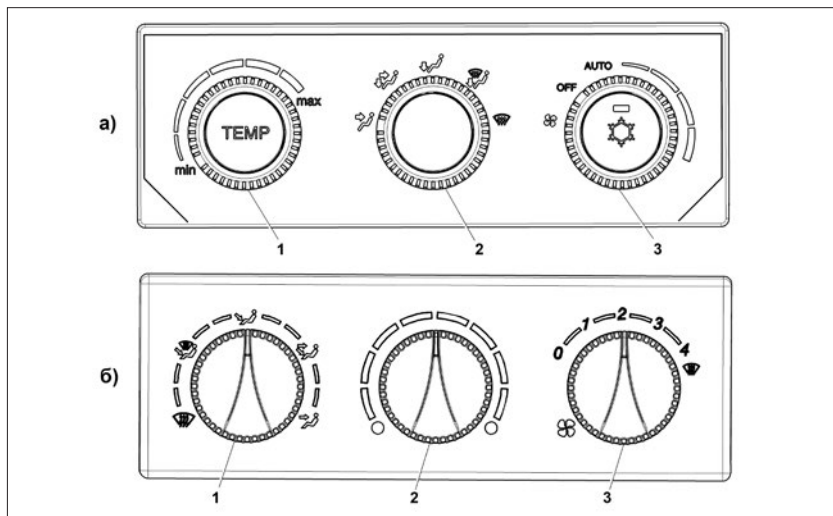

Рис. 69. Переключатели:
**6** – поворотные переключатели системы автоматического управления климатической установкой (**в варианте исполнения** – системы автоматического управления отопителем), см. рис. 69;
**8** – контроллер системы автоматического управления климатической установкой (рис. 69):
**9** – контроллер системы автоматического управления отоплением (**в варианном исполнении**), рис. 69б:
Управление распределением воздуха в салоне (рис. 69) имеет следующие обозначения:
– переключатель «1» (рис. 69б) установить в положение  для удаления запотевания или обмерзания;
- переключатель «1» (рис. 69б) установить в положение ;
Для размораживания стекол в холодное время года необходимо переключателем «2» (рис. 69б) установить максимальную температуру подаваемого воздуха и включить переключатель «3» в одно из минимальных положений, например, режим «1». По мере прогрева двигателя установите переключатель «3» в положения «2» или «3».